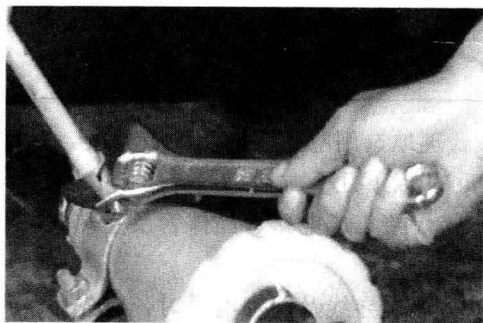

图 1-20 活络扳手的使用
(2) 活络扳手的使用方法
① 使用时，右手握手柄。手越靠后，扳动起来越省力，如图 1-20 所示。